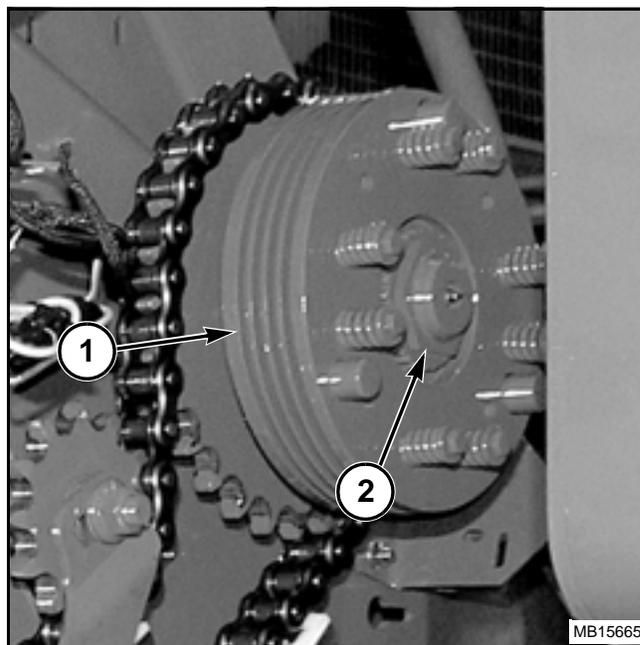

FIG. 94
FIG. 94: El embrague deslizante del embalador (1) está sujeto al eje mediante una tuerca de cuña (2). Quite la tuerca de cuña, la maza de impulsión y la cadena de impulsión antes de quitar el embrague deslizante de impulsión del embalador.